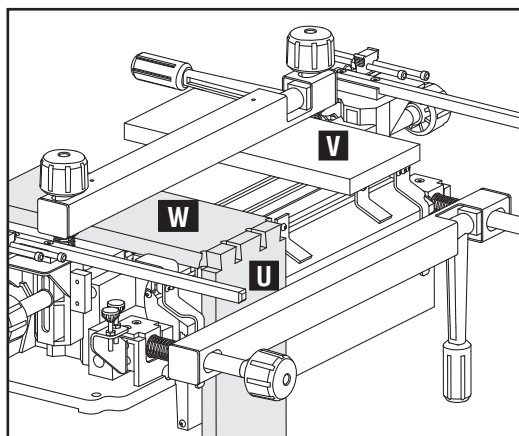

Fig. C11
Debido a que las instrucciones para la mayoría de las juntas se encuentran en etiquetas ubicadas en el lado izquierdo de las plantillas, la madera que cortará (U) o (W) Fig. C11 en general se muestra alineada en el lado izquierdo de la horma.